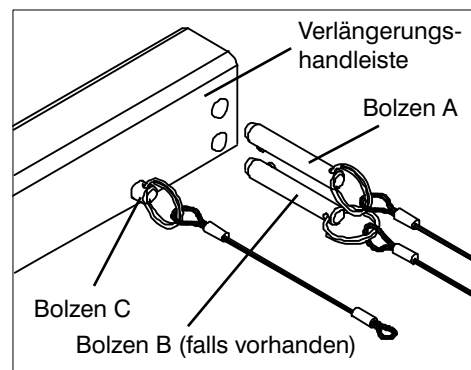

Abbildung 3-11b. Bolzen der Handleiste der Verlängerung
8. Linken und rechten Bolzen A und B (falls vorhanden) entfernen. (Siehe Abbildung 3-11b):